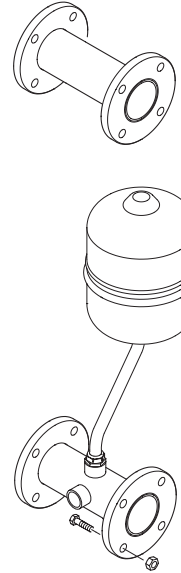

Fig. 6
1.9 KIT DE CONEXIÓN DEL COMPENSADOR HIDRÁULICO CÓD. 8101534 (debe solicitarse por separado) (fig. 6)